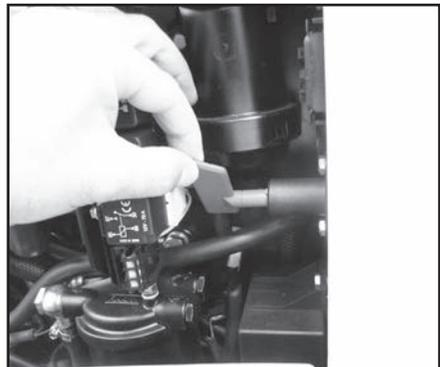

Abb. 5.14
- Dreht man den Schalter noch weiter entgegen dem Uhrzeigersinn, so rastet er aus und kann herausgenommen werden (Abb. 5.14).